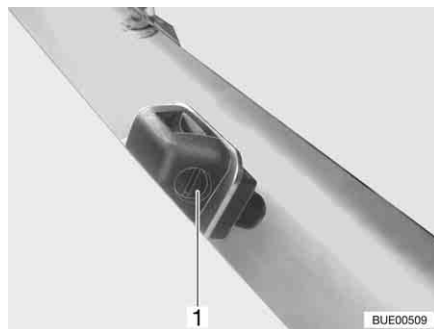

Fig. 30 Boquillas de limpiaparabrisas
- Girar el tornillo de ajuste (Fig. 30,1) con un destornillador apropiado hasta que se alcance la posición deseada.